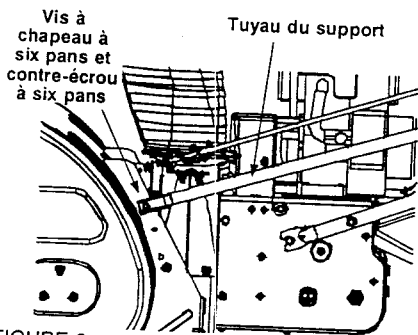

FIGURE 8
- Retirez le vis à chapeau à six pans et le contre-écrous à six pans dans le logement. Voir la figure 8.